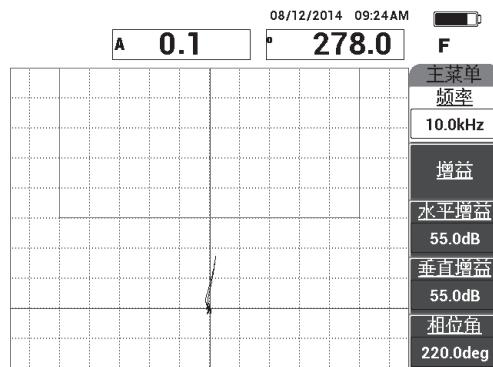

图 6-24 脱粘缺陷的扫查信号
3. 慢慢地在其中一个 13 毫米脱粘缺陷上扫查，然后按**冻结键** (星形图标) (参见第 130 页的图 6-24)。